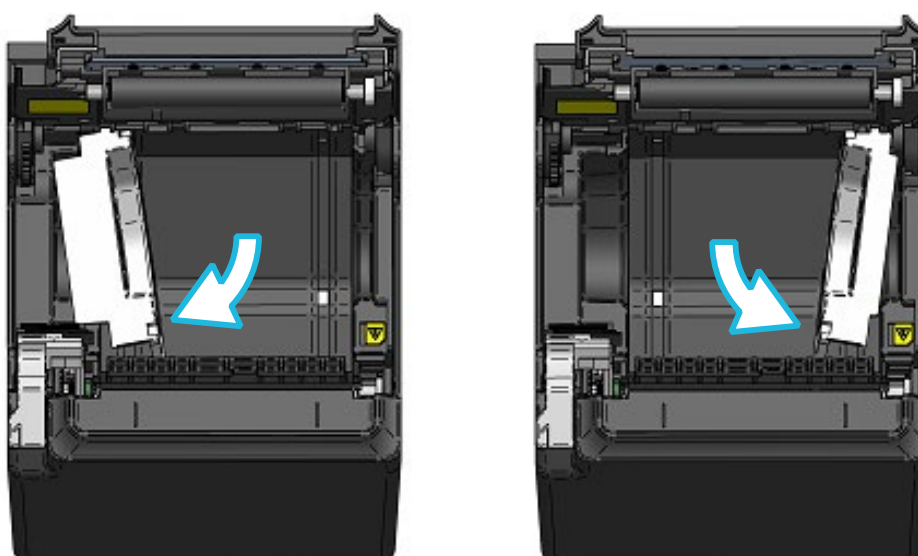

Figura 14-2 Instalação da divisória (2)
- (4) Girar a divisória E e a divisória D dentro do suporte de papel na direção da seta mostrada na Figura 14-2 para que a superfície lateral do suporte de papel e a placa divisória fiquem em paralelo.